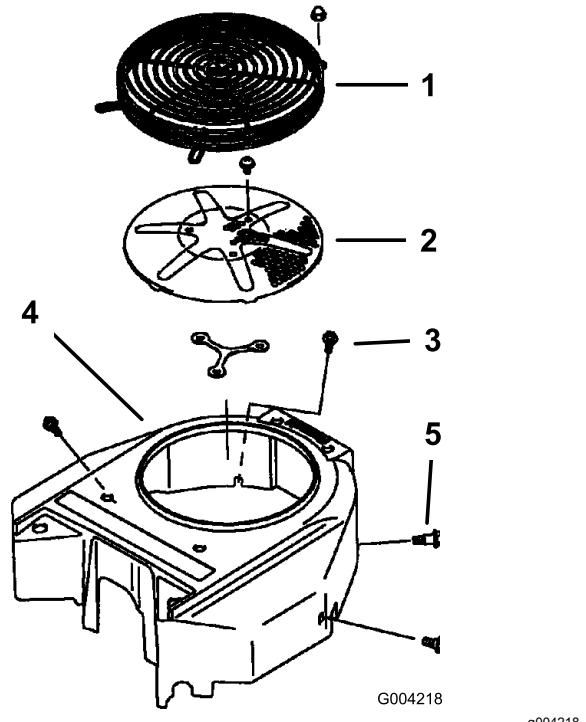

Figure 76
Avant chaque utilisation, enlevez l'herbe, les saletés et autres débris éventuellement accumulés sur la grille du moteur. Cela permet d'assurer un refroidissement et un régime moteur corrects, et réduit les risques de surchauffe et de dommages mécaniques du moteur (Figure 76).
3. Déposez la grille d'entrée d'air, le lanceur et le carter du ventilateur (Figure 76).
5. Remettez la grille d'entrée d'air, le lanceur et le carter du ventilateur (Figure 76).